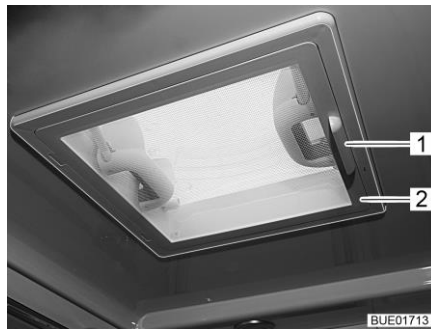

Bild 124 Taklucka med snäpplås
- Öppna:** ■ Sväng ned insektsskyddet (Bild 124,2) med handtaget (Bild 124,1).
- Stänga:** ■ Sväng ned insektsskyddet (Bild 124,2) med handtaget (Bild 124,1).
- Sväng ned insektsskyddet (Bild 124,2) med handtaget (Bild 124,1).